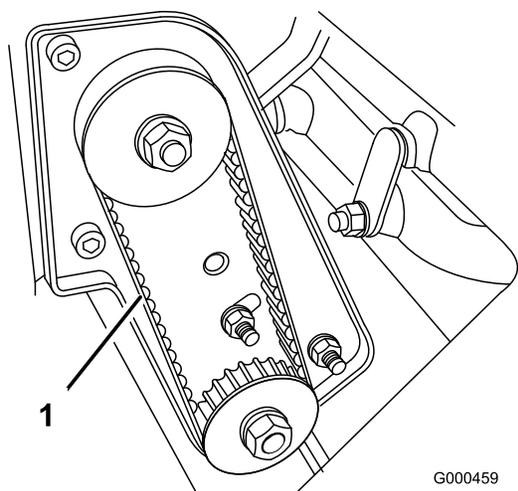

図 42
2. プーリ間の中央でベルト (図 42) を指で押して点検する。押す力は 1.8 ± 0.5 kg 程度。4.8~7.9 mm 程度のたわみが出るのが適正である。たわみの量が適正でない場合は以下の手順へ進む。